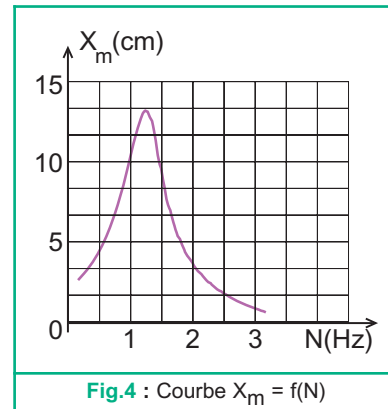

Fig.4 : Courbe $X_m = f(N)$
On fait varier la fréquence de rotation du moteur et on mesure à chaque fois l'amplitude des oscillations du pendule élastique. Les résultats des mesures permettent de tracer la courbe de réponse $X_m = f(N)$ de la figure 4.
1°) Décrire la courbe de la figure 4 et en déduire l'influence de la fréquence N des excitations sur l'amplitude X_m des oscillations du pendule élastique.
- 3°) La courbe de la figure 4 est appelée courbe de résonance d'élongation. Justifier cette qualification ainsi que la désignation du pendule élastique comme étant le résonateur.
Lorsque l'amortissement est faible (absence de voile sur le palet), l'amplitude X_{m0} à la résonance est très grande et diminue considérablement dès que la fréquence des excitations est légèrement différente de la fréquence de résonance, ce qui donne à la courbe de résonance de la figure 4 cette forme caractérisée par un pic étroit et très prononcé. Une telle résonance est dite **aiguë**.